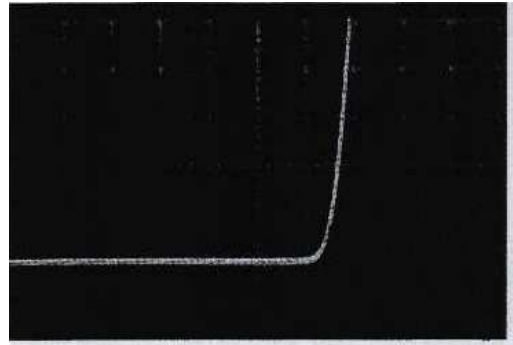

Figura 6.
**E7** - Coloque o ponto no centro do visor. Ajuste a frequência da onda triangular em aproximadamente 100 Hz, e varie a amplitude até observar a curva característica do diodo semelhante à representada na Figura 6.